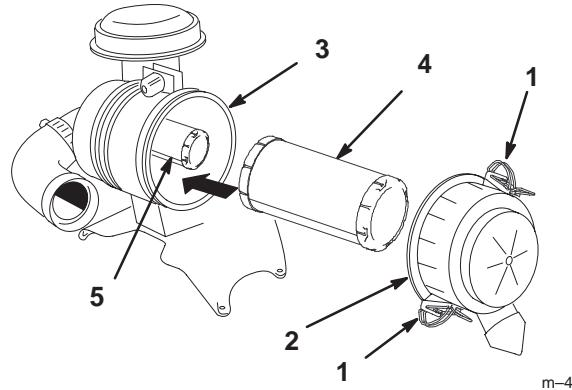

Figure 36
3. Ouvrez les dispositifs de verrouillage du filtre et ôtez le couvercle du corps du filtre (Fig. 36).
5. Sortez l'élément primaire du corps du filtre avec précaution (Fig. 36). Évitez de cogner l'élément à l'intérieur du corps. N'enlevez pas l'élément de sécurité, sauf si vous voulez le remplacer également.
2. Si vous remplacez l'élément de sécurité, insérez-le avec précaution dans le corps du filtre (Fig. 36).
3. Installez ensuite l'élément primaire sur l'élément de sécurité avec les mêmes précautions (Fig. 36). Assurez-vous qu'il est bien engagé en appuyant sur le rebord extérieur de l'élément que vous installez.
4. Reposez le couvercle, le côté portant l'inscription UP étant tourné vers le haut, et verrouillez les fixations (Fig. 36).